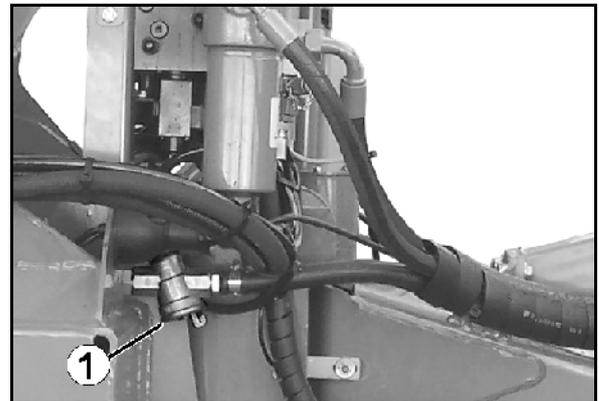

**Fig. 94**
2. Dévissez la vanne de purge d'air (Fig. 94/3) du réservoir d'air et nettoyez celui-ci lorsque vous constatez un encrassement.